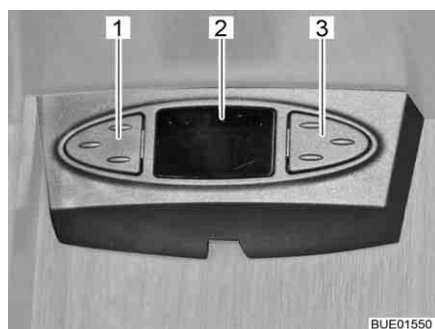

Fig. 23 Mouse satellitare
A seconda del modello l'impianto satellitare è equipaggiato con un mouse satellitare. Il puntatore (Fig. 23,2) del mouse satellitare indica il canale impostato. I due tasti permettono di controllare le funzioni base dell'impianto satellitare (cambio emittente, accensione/spegnimento).
- Selezionare l'emittente precedente dall'elenco delle emittenti: Premere il tasto di sinistra (Fig. 23,1).
- Selezionare l'emittente successiva dall'elenco delle emittenti: Premere il tasto di destra (Fig. 23,3).
- Passaggio tra radio e TV: Premere brevemente e contemporaneamente i tasti (Fig. 23,1 e Fig. 23,3).
- Accensione/spegnimento del ricevitore: Premere contemporaneamente e tenere premuti i tasti (Fig. 23,1 e Fig. 23,3).